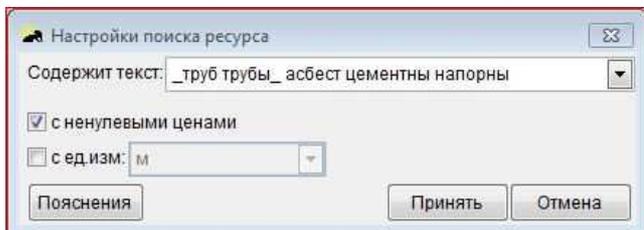

Рис. 4. Окно настройки поиска ресурсов
- Кнопка  открывает окно для ручного редактирования поисковой строки (Рис.4):